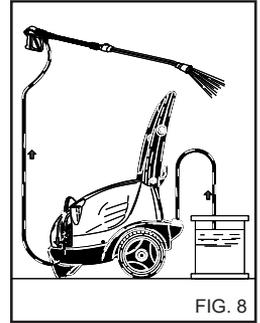

FIG. 8
Bed forhandleren om kataloget over de rengøringsmidler som kan anvendes afhængig af arten af det pågældende vaskearbejde og den overfladetype der skal behandles. Efter brug af rengøringsmiddel, skal rengøringsmiddelindtaget skylles ud med rent vand. (Fig. 8).
- 1) Efter brug sammen med rengøringsmidlet skal højtryksvandsystemet skylles omhyggeligt: Lad pumpen være aktiveret i 1 minut, mens doseringshanen er fuldstændigt lukket. (fig. 8).
- 4) Efter brug sammen med rengøringsmidlet skal højtryksvandsystemet skylles omhyggeligt: Lad pumpen være aktivret i 1 minut, mens doseringshanen er fuldstændigt lukket. (fig. 8).